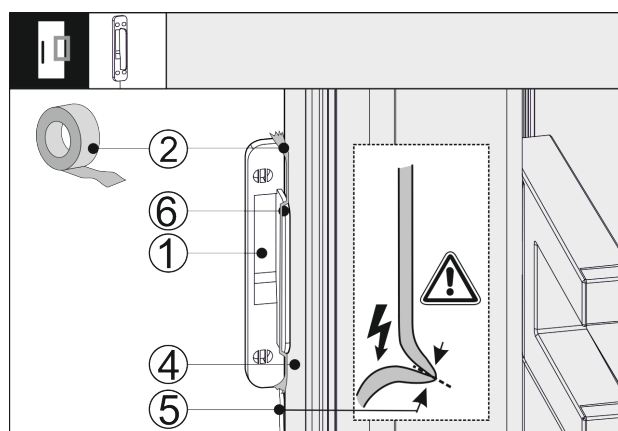

Fig. 42
- ▶ Czujnik pukania Fig. 42 (1) osadzić z boku na drzwiach urządzenia tak Fig. 42 (4), aby ogranicznik przylegał Fig. 42 (6) do drzwi urządzenia Fig. 42 (4). Kabel czujnika jest Fig. 42 (5) naprężony i również przylega do drzwi urządzenia Fig. 42 (4).
- ▶ Czujnik pukania Fig. 42 (1) zamocować przy pomocy taśmy klejącej Fig. 42 (2). Czujnik pukania jest później przykręcany z frontem meblowym.